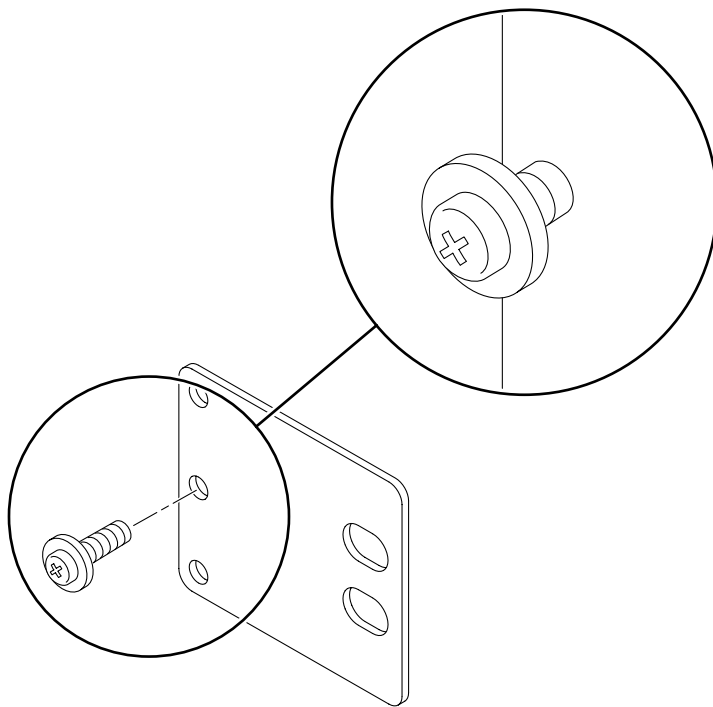

图 3-27 将螺钉安装到后端固定片上的中间位置
- a. 每个后端固定片用一颗 M5 ∞ 10 SEM 螺钉, 分别拧入后端固定片上的三组孔眼中的一组, 注意不要拧紧 (图 3-27)。
具体位置由机架中导轨的厚度决定。例如, 图 3-27 中所显示的后端固定片上的螺钉安装位置表示中间机架深度。